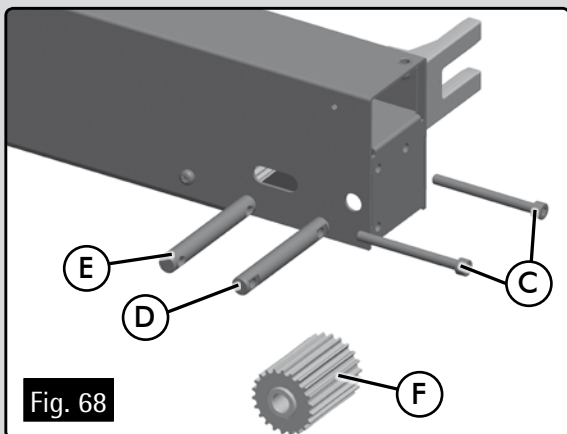

Fig. 68
- Quitar los tornillos tensores C (Fig. 68), extraer el eje tensor D, el eje del rodillo conducido E y el rodillo conducido F (Fig. 68).
- Montar el rodillo conducido F (Fig. 68) y su eje E, teniendo en cuenta que está dividido en dos partes, tener la precaución de montarlo con los cojinetes hacia los laterales exteriores del rodillo.
- Montar el eje tensor D (Fig. 68) y los dos tornillos tensores C.